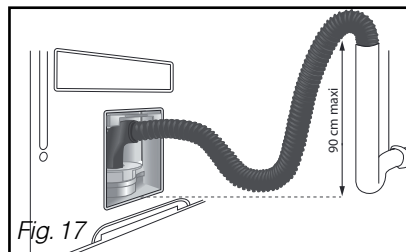

Fig. 17
- Sur un siphon ventilé (Fig. 17).